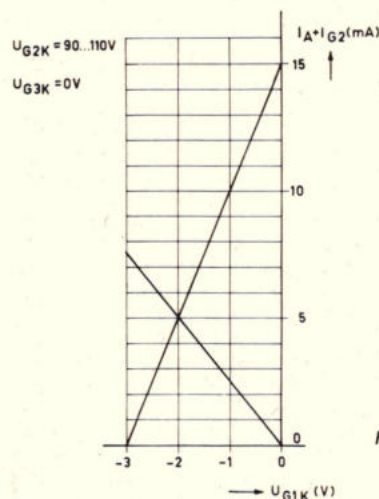

Fig. 32.
3.a. In R_2 vloeit de som van anodestroom en schermroosterstroom. Om het instelpunt te bepalen tekenen we nu $I_A + I_{G_2} = 1,25 I_A$ als functie van U_{G1K} (fig. 32). Trekken we hierin de lijn die correspondeert met $R_2 = 400 \Omega$, dan vinden we als instelpunt $I_A + I_{G_2} = 5 \text{ mA}$, dus $I_A = 5 / 1,25 = 4 \text{ mA}$, en $U_{G1K} = -2 \text{ V}$. De spanning tussen anode en kathode is $U_B - I_A R_1 - (I_A + I_{G_2}) R_2 = 100 - 2 - 2 = 96 \text{ V}$.